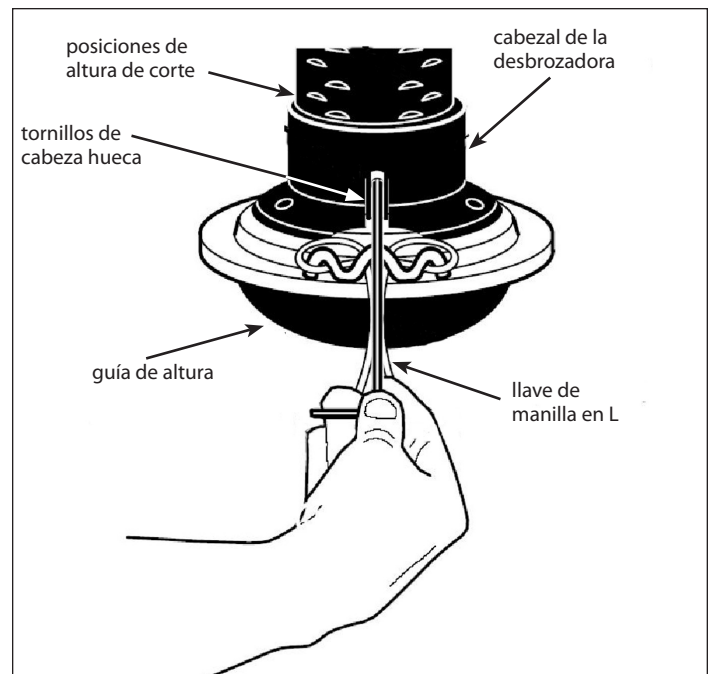

FIGURA 15: Ajuste de la altura de corte.
La altura de corte se puede ajustar desde 1-1/2 pulgadas hasta tres (3) pulgadas. La altura de corte recomendada para un patio promedio es de dos (2) pulgadas. **CONSULTE LA FIGURA 15.**